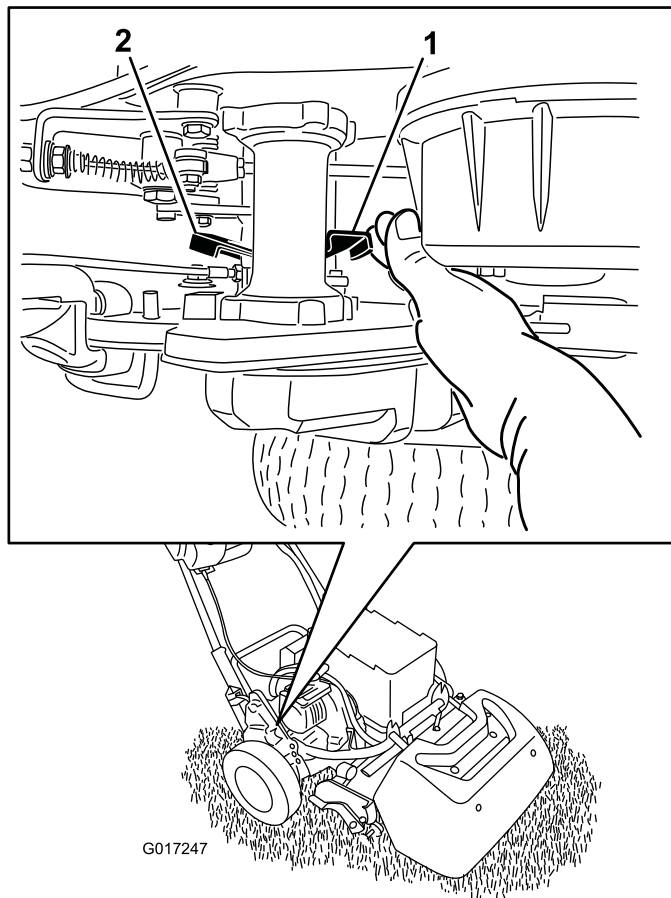

图35
1. 在机器的右后角找到靠近驱动装置壳体轮鼓的牵引接合/分离控制杆 (图 35)。